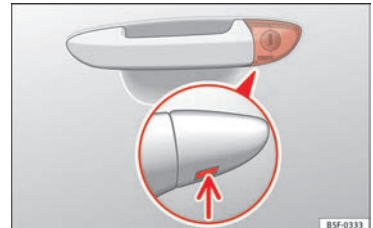

Abb. 4 Türgriff der Fahrtür: verborgener Schließzylinder.
- Den Schlüsselbart am Fahrertürgriff in die untere Öffnung der Abdeckkappe stecken » **Abb. 4** (Pfeil) und die Abdeckkappe von unten nach oben anheben.